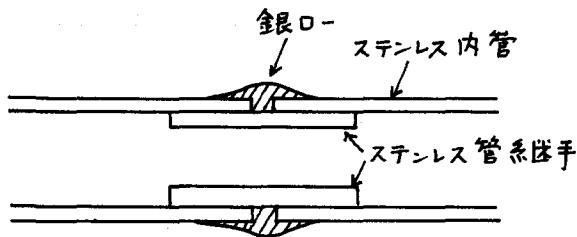

図 1
No. 34 (1981年4月)で「簡易型液体ヘリウム移送管の製作」について書いた。結論から先に述べると、その製作手順通りに作った移送管は旨く動かない。我々の試作品は thermal oscillation によると思われるトラブルにより甚だ不安定であった。原因是、製作手順①の内容の「継ぎ」にあった。即ち、全く同じ長さ(各 1.75 m)のステンレス管 2 本を図 1 のように「内継ぎ」をすると、継ぎ目を節とする様な共振が極めて起りやすいと、(今では)考えられるのであるが、実際そうであつたらしく、いずれか片側の管を 10 cm ばかり短かく切って非対称性を与えた結果、移送は極めて快調となつた。